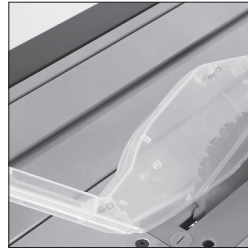

Fig. 18
- Cuando esté satisfecho de que la protección de la hoja funciona en todo el rango de ajuste de altura de la hoja, compruebe que la protección funciona igual de bien con la hoja en un ángulo de bisel (**Fig. 18**).